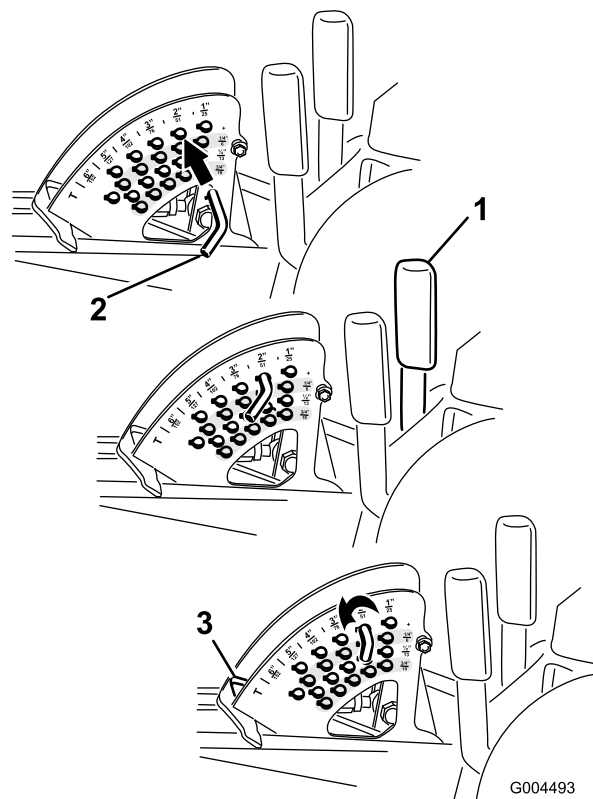

Figura 21
Nota: Para bloquear a plataforma do cortador numa posição elevada, levante a plataforma passando a posição de 15 cm, retire o pino de bloqueio da altura de corte (consulte Ajustar a Altura de Corte), e coloque o pino na posição da altura de corte de 15 cm (Figura 21).
1. Com o motor a trabalhar empurre para trás a alavanca de elevação da plataforma até que a plataforma de corte esteja completamente levantada e **solte imediatamente a alavanca** (Figura 21).
2. Para ajustar, rode o pino de bloqueio até que o pino do mesmo fique alinhado com as ranhuras nos orifícios no suporte da altura de corte e remova-o (Figura 21).
3. Seleccione um orifício, no suporte da altura de corte, que corresponda a altura de corte desejada, insira o pino e rode-o para o bloquear no lugar (Figura 21).
Nota: Existem duas filas de posições de orifícios (Figura 21). A fila de cima dá-lhe a altura de corte listada por cima do pino. A segunda fila dá-lhe a altura de corte listada mais 6 mm. A terceira fila dá-lhe a altura de corte listada mais 12 mm. A fila de baixo dá-lhe a altura de corte listada mais 18 mm. Para a posição de 15,8 cm só existe um orifício, colocado na segunda fila. Isto não acrescenta 6 mm à posição de 15,8 cm.